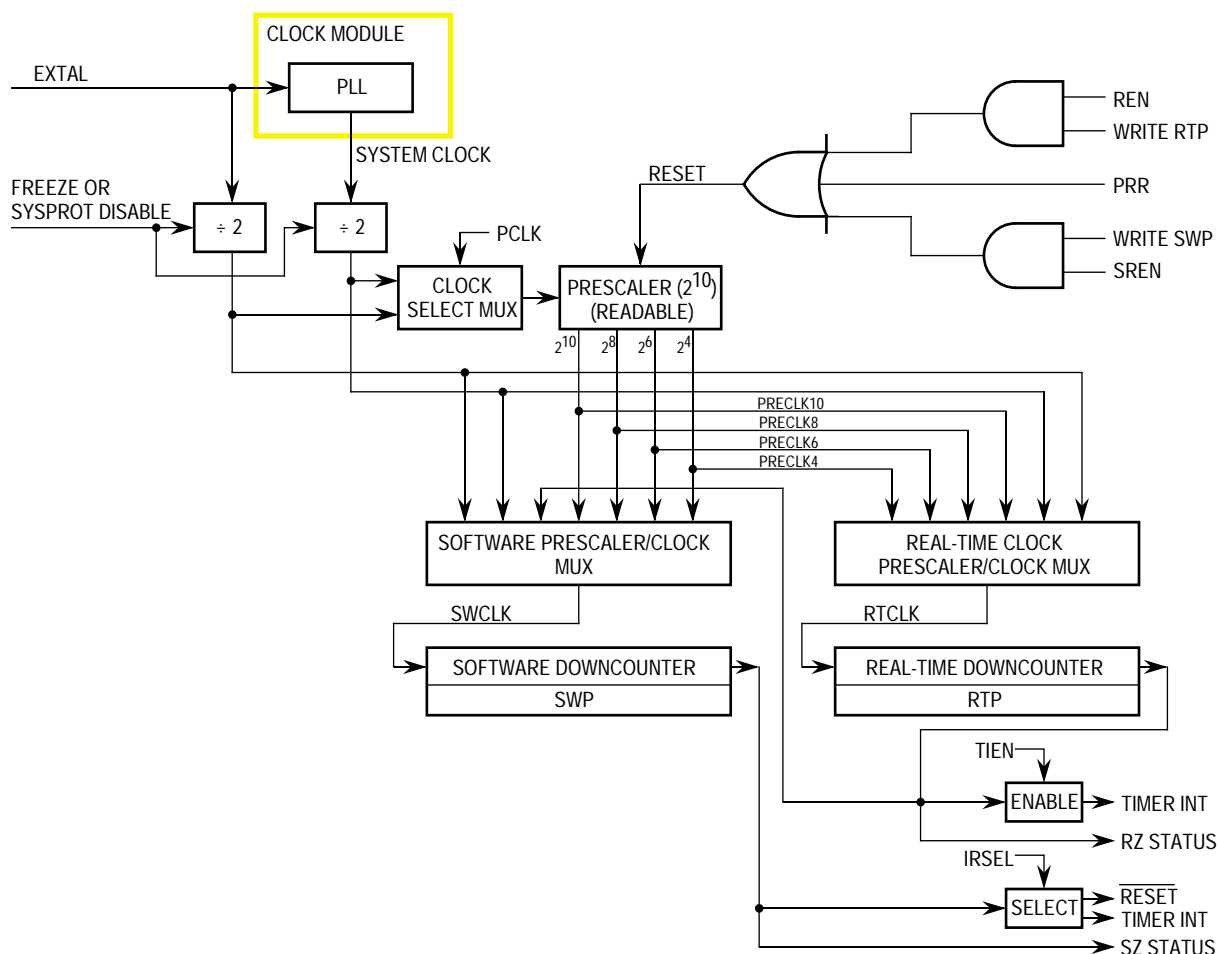

図 8 ソフトウェア・ウォッチドッグ、リアルタイム・クロックおよびプリスケアラ
SLIM システム保護タイマ・セクションには、システム・プリスケアラを共有する 1 組のダウンカウンタがあります。図 8 を参照してください。
2. クロックソースは図 8「ソフトウェア・ウォッチドッグ、リアルタイム・クロックおよびプリスケアラ」および表 21「ソフトウェア・ウォッチドッグとリアルタイム・クロック制御の設定」を参照してください。
2. クロックソースは図 8「ソフトウェア・ウォッチドッグ、リアルタイム・クロックおよびプリスケラ」および表 21「ソフトウェア・ウォッチドッグとリアルタイム・クロック制御の設定」を参照してください。